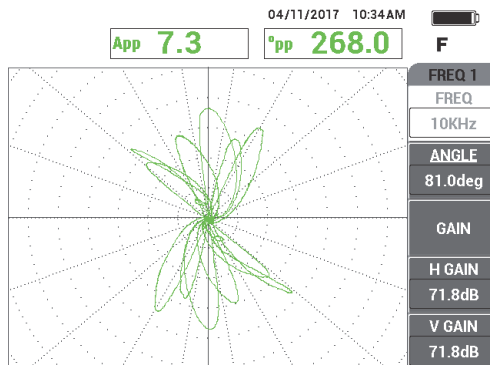

図 5-163 サポートリングおよびスルーウォールホール間のチューブスキャン
10. チューブ状のサポートリングと 1.3mm 貫通穴の間をスキャンして、周波数 1 校正を検証します（245 ページの図 5-163 参照）。